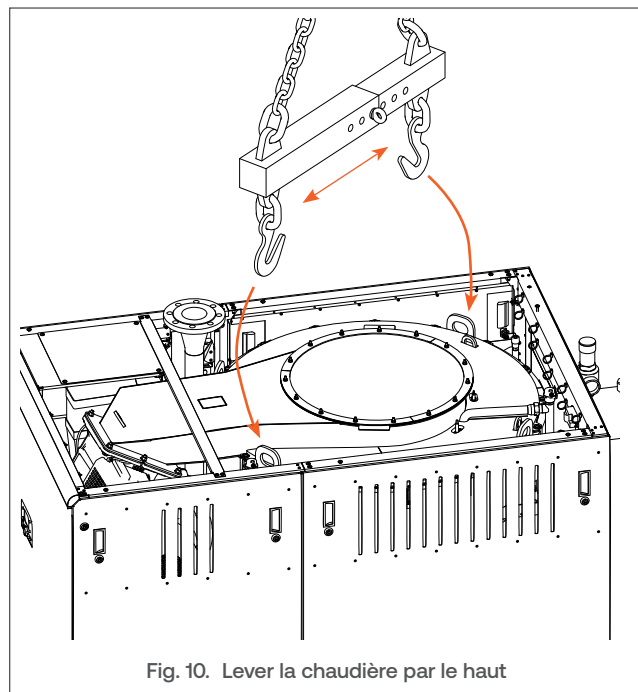

Fig. 10. Lever la chaudière par le haut
2. Soulever la chaudière à l'aide de la barre d'écartement fixée aux anneaux de levage, comme illustré à la **Fig. 10 ci-dessous**.